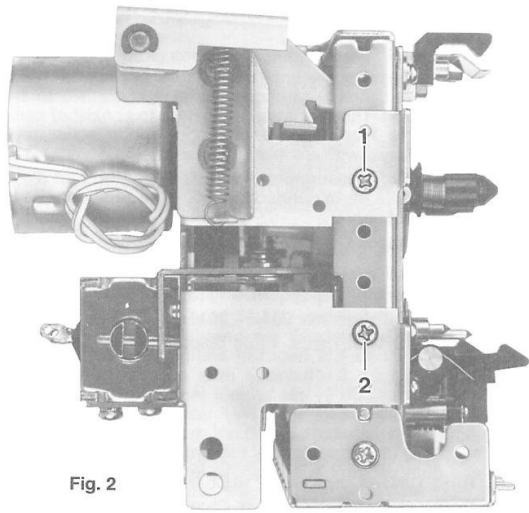
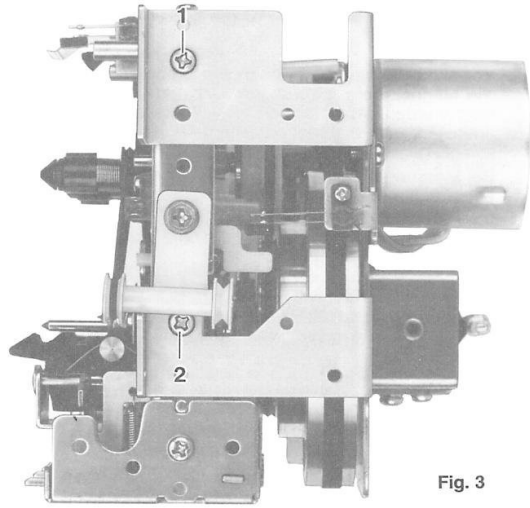

Fig. 2
Fig. 3
- Die Schrauben 1, 2, Fig. 2 sowie 1, 2, Fig. 3 entfernen.
a) Remove the drive mechanism in accordance with item 1.
b) Remove screws 1, 2, Fig. 2 and 1, 2, Fig. 3.